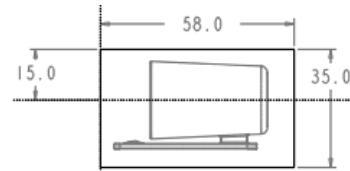

图 7.4 截面草图
(1) 选择命令。单击 **模具** 功能选项卡 **形状** ▾ 区域中的 拉伸 按钮。此时系统弹出“拉伸”操控板。
(2) 创建实体拉伸特征。
① 定义草绘截面放置属性。在绘图区中右击，从快捷菜单中选择 **定义内部草绘...** 命令。系统弹出“草绘”对话框，然后选择 MOLD_PARITING_PLN 基准平面作为草绘平面，草绘平面的参考平面为 MOLD_RIGHT 基准平面，方位为 **右**；单击 **草绘** 按钮，系统进入截面草绘环境。
② 绘制截面草图。进入截面草绘环境后，系统弹出“参考”对话框，选取 MOLD_FRONT 基准平面和 TOP 基准平面为草绘参考，单击 **关闭(C)** 按钮，绘制图 7.4 所示的截面草图。完成截面草图的绘制后，单击“草绘”操控板中的“确定”按钮 。
③ 选取深度类型并输入深度值。在操控板中选取深度类型 (即“对称”)，再在深度文本框中输入深度值 30.0，并按回车键。
④ 完成特征。在“拉伸”操控板中单击 按钮。完成特征的创建。